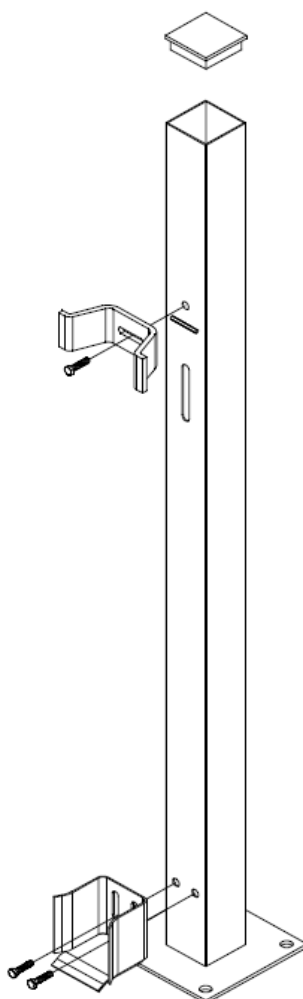

Rys. 2
- Przy wózku pierwszym ustawiamy słupek podtrzymujący bramę w pionie, słupek z kątownikiem i rolkami prowadzącymi Rys. 2 .